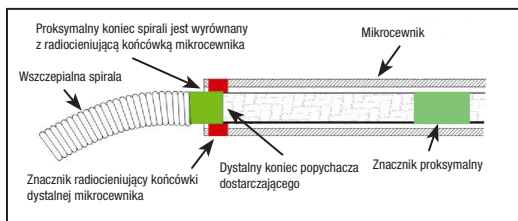

Rysunek 3 – Pociągnięcie blokadę termokurczliwą w kierunku proksymalnym
17. Przytrzymać wyrób dystalnie przy blokadzie termokurczliwej i pociągnąć blokadę termokurczliwą proksymalnie, aby odsłonić języczek na koszulce przewodnika. Patrz rys. 3.